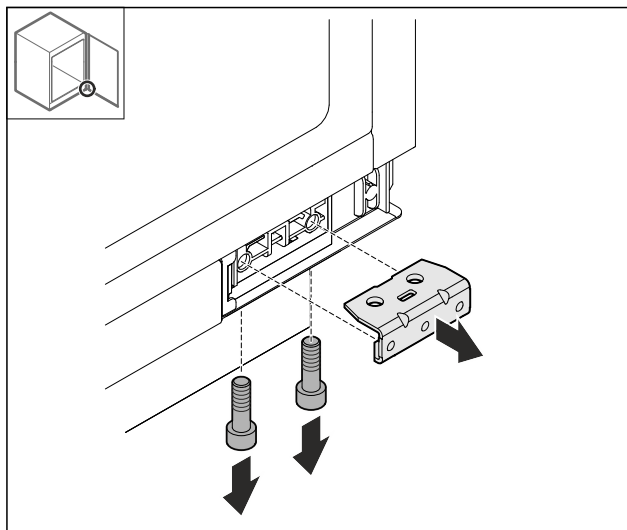

Fig. 40
- Smontare l'angolare Fig. 40 (2).